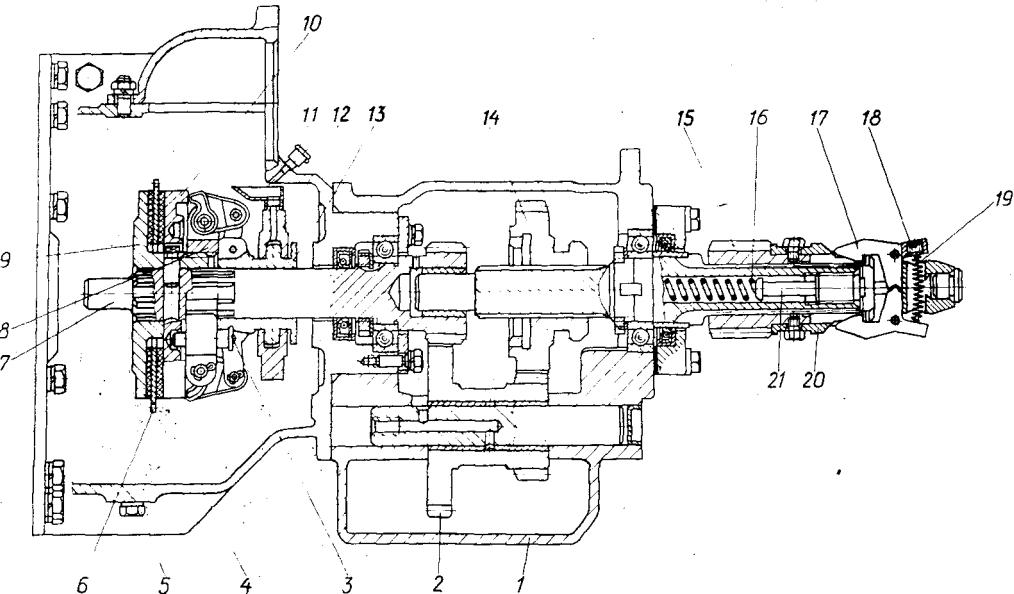

Рис. 23. Муфта сцепления и редуктор с муфтой механизма включения:
**Регулирование муфты сцепления пускового двигателя** (рис. 23) необходимо в случаях пробуксовки дисков, а также если переключение шестерен редуктора (УСКОРЕННО, ЗАМЕДЛЕННО) и ввод в зацепление шестерни механизма включения с венцом маховика дизеля происходит с ударами зубьев.
При правильно отрегулированном натяжении пружины шестерня механизма включения выводится из зацепления с венцом маховика автоматически при достижении дизелем частоты вращения 300—320 об/мин. Частоту вращения выключения шестерни регулировать, изменяя натяжение пружины защелок муфты механизма включения винтами 18 (см. рис. 23); для регулирования снять верхнюю половину кожуха муфты сцепления дизеля.